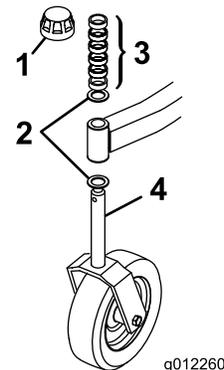
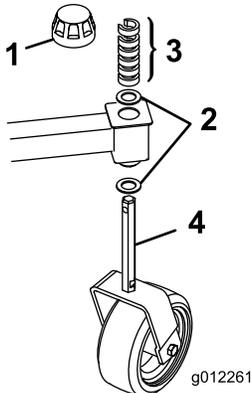

Bild 2
Bild 3
- Nehmen Sie die Spannkappen von den Spindelwellen ab, und schieben Sie die Distanzstücke und Druckscheiben von der Wellen (Bild 2 & Bild 3).
- Schieben Sie die Distanzstücke auf die Laufradspindel, um die gewünschte Schnitthöhe zu erhalten; weitere Informationen finden Sie in der Tabelle „Einstellen der Schnitthöhe“ im Abschnitt „Betrieb“. Schieben Sie eine Druckscheibe auf die Spindel. Drücken Sie die große Laufradspindel durch den vorderen Laufradarm und die kleine Laufradspindel durch den hinteren Laufradarm. Setzen Sie eine weitere Druckscheibe und die restlichen Distanzstücke auf die Spindel auf, und bringen Sie die Spannkappe an, um die Teile zu befestigen (Bild 2 & Bild 3).